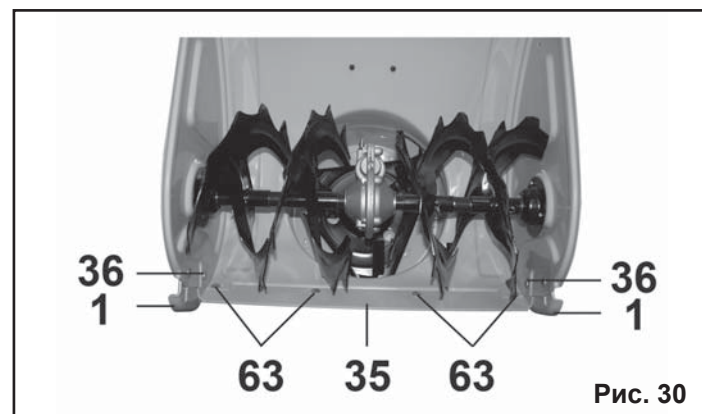

Рис. 30
9.11. Замена ножа и башмаков (Рис.30).